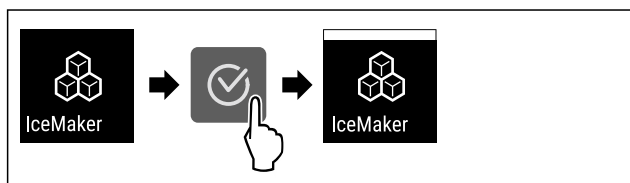

Fig. 20
- Suivre les étapes (voir Fig. 20) .